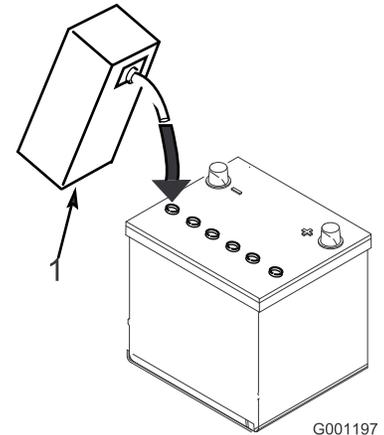

图7
- 小心为每个电池注入电解液，直到电池极板被大约 6mm 的液体覆盖（图7）。
- 等待约 20 至 30 分钟，以便电解液渗透到极板内。必要时加注电解液，使电解液保持在加注井底部约 6mm 范围内（图7）。